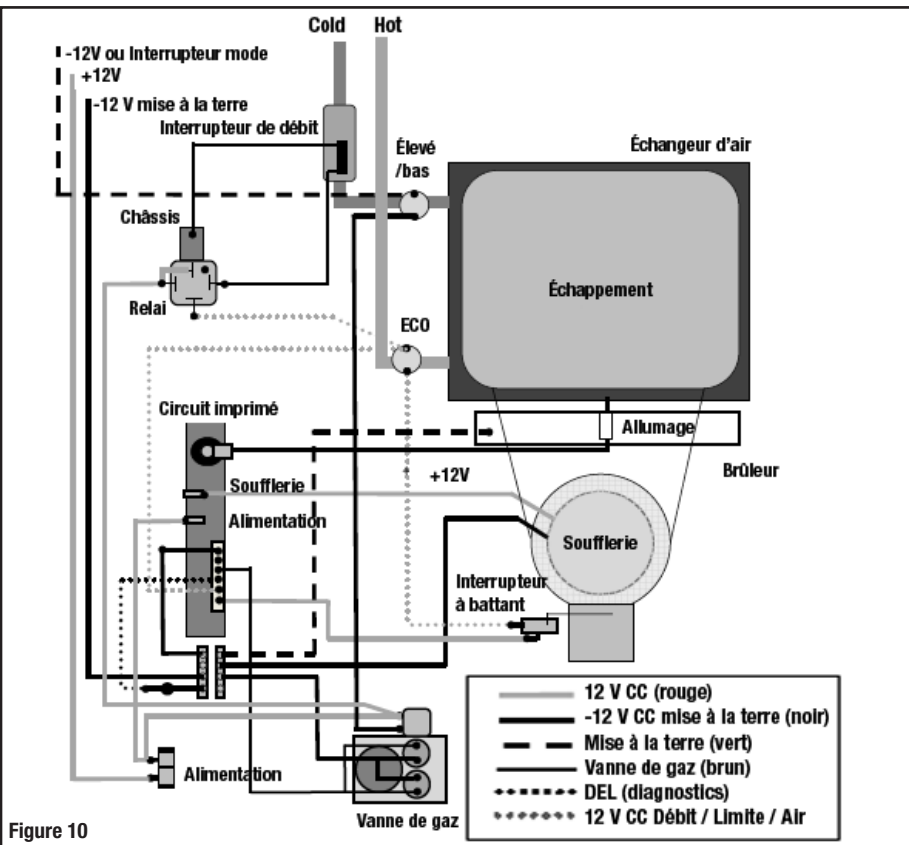

Figure 10
2. **Figure 10** : Schéma de câblage avec toutes les composantes électriques montrant les interconnexions et la couleur des fils.